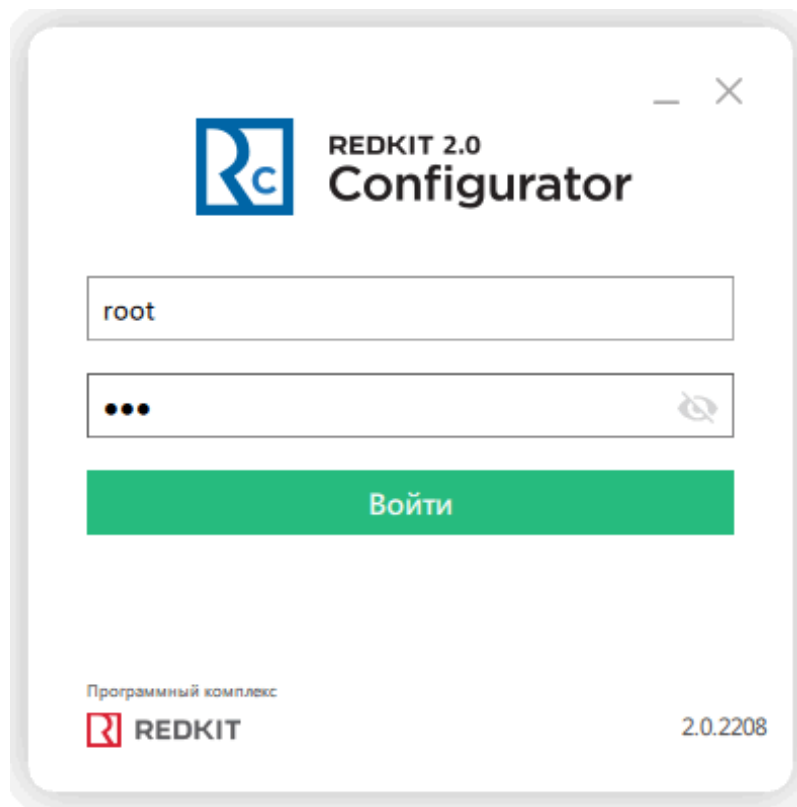

Рисунок 75 - Запуск Redkit Configurator
2. Укажите реквизиты суперпользователя root из п.12 раздела Первичное конфигурирование (Рисунок 75).